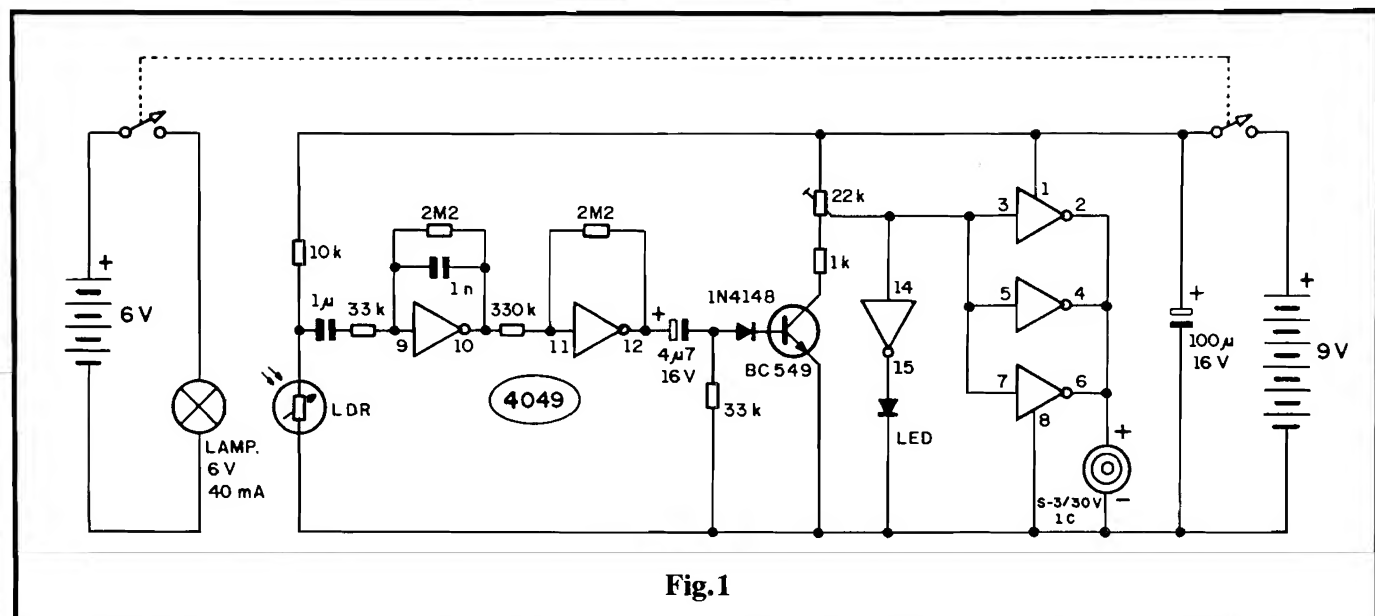

Fig. 1
- **FIG. 1 - O CIRCUITO** - O sensor de translucidez já mencionado é feito a partir de uma pequena lâmpada (que tem alimentação própria, de 6 volts, 4 pilhas pequenas, à parte da energia que alimenta o setor mais complexo do circuito), alinhada com um sensor foto-resistivo (LDR), de modo que o dedo do "paciente" possa ser inserido justamente **entre** esses dois componentes... Pelas suas propriedades, o LDR ficará, a cada batimento, **mais resistivo** do que estava no "intervalo" entre duas pulsações, modificando (ainda que sutilmente) a Tensão presente no seu ponto de ligação com o resistor de 10K. Esse pequeno "degrau" de Tensão, que ocorre a cada pulsação, é grandemente amplificado pelo par de **gates** (pinos 9-10 e 11-12) de um Integrado C.MOS 4049, que ainda exercem trabalhos lineares e não digitais, auxiliados pelas polarizações oferecidas pelos resistores anexos... O capacitor de 1µ (não polarizado), "leva" os sinais do LDR ao dito amplificador, enquanto que o capacitor de 1n (na rede de realimentação do primeiro **gate**)